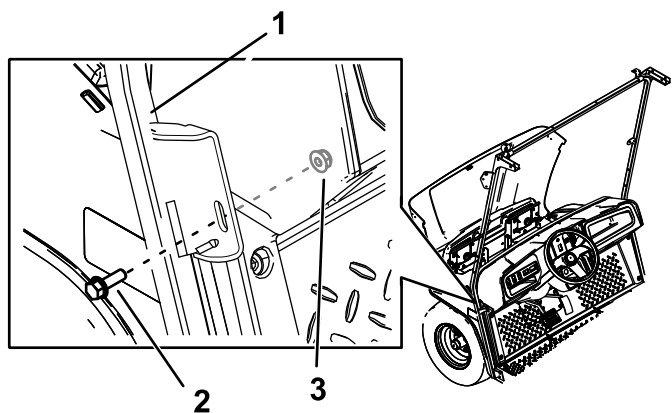

Figura 31
- Fixați la nivelul mainii suportul din mijloc al suporturilor din partea stângă și din partea dreaptă a parbrizului utilizând 2 uruburi cu guler i cap hexagonal (5/16 x 1") și 2 piulițe (5/16"), în orificiile pe care le-ați realizat (Figura 31).